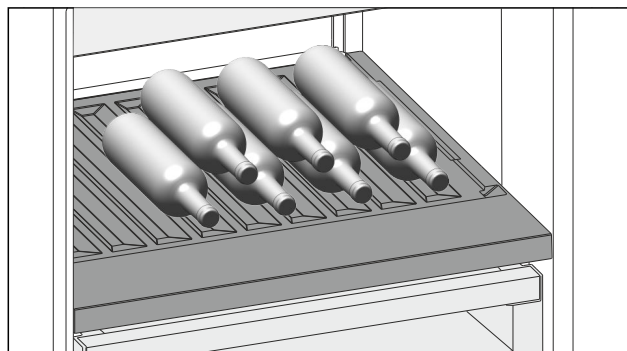

Fig. 119
- A palackokat az aljukkal hátrafele helyezze a hátfalhoz. (lásd Fig. 119)